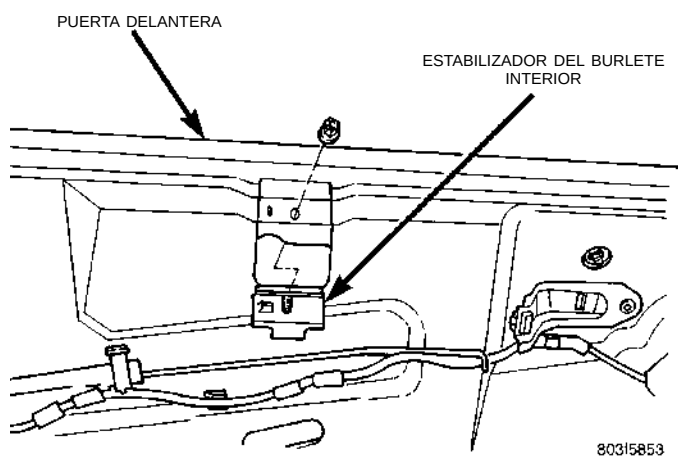

Fig. 13
- (3) Separe el estabilizador del burlete interior de la puerta (Fig. 13)